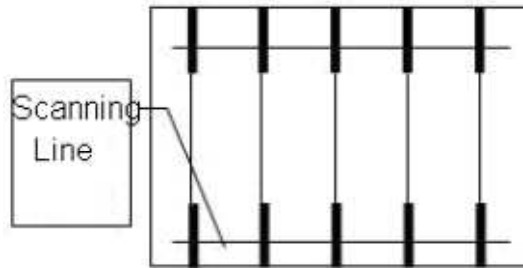

Fig. 02
b. Collegare i punti individuati con un linea la quale rappresenta la disposizione delle barre di armatura (vedi Fig. 02)